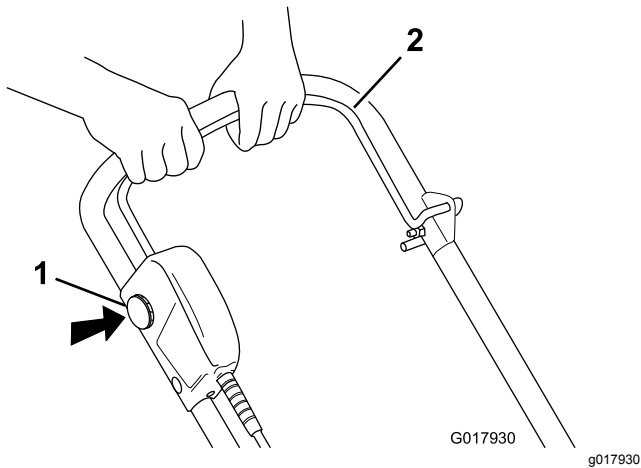

Figura 10
1. Per avviare il motore, inserite il pulsante di interblocco (chiave), tenete premuto il pulsante di interblocco (chiave) e premete la barra di comando dell'alimentazione contro la stegola (Figura 10).